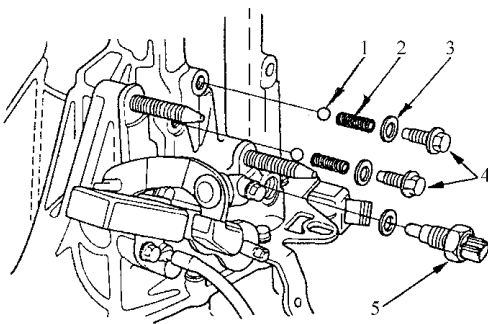

图 4-43 拆卸倒车灯开关
1) 如图 4-43 所示，拆卸定位螺钉、12mm 垫圈、弹簧、钢珠以及倒车灯开关。